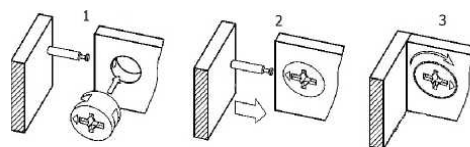

Рис. 4 - Соединение эксцентриковой стяжкой
- Соедините горизонтальные щиты (1,2,3,4,5,6) в нужной последовательности согласно рис. 2! с перегородками (10) завернув эксцентрики (Рис.4).
- К горизонтальным щитам (1,2,3,4,5,6) и цокольному бруску (9) присоедините боковые стенки (7,8) на шканты, завернув эксцентрики (Рис.4).
- К горизонтальным щитам (1,2,3,4,5,6) присоедините декоративные панели (11,12,13) согласно рис. 1.1! завернув эксцентрики (Рис.4).
3.1 Переверните собранный стеллаж на боковую стенку, прикрепите стенки задние (14) при помощи гвоздей 2х20мм (с шагом 100-120 мм) по краям изделия, предварительно проверив диагонали корпуса.